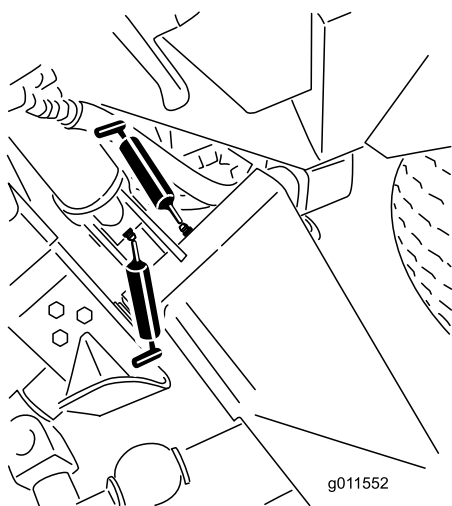
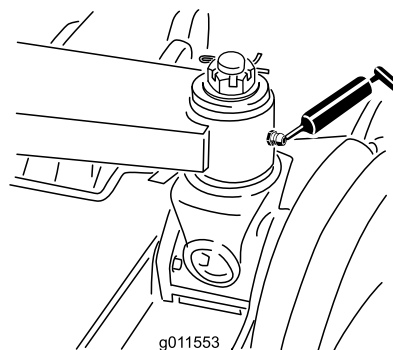

Figura 47
Figura 48
- Casquillos de los brazos de elevación principales (6) (Figura 47 y Figura 48)